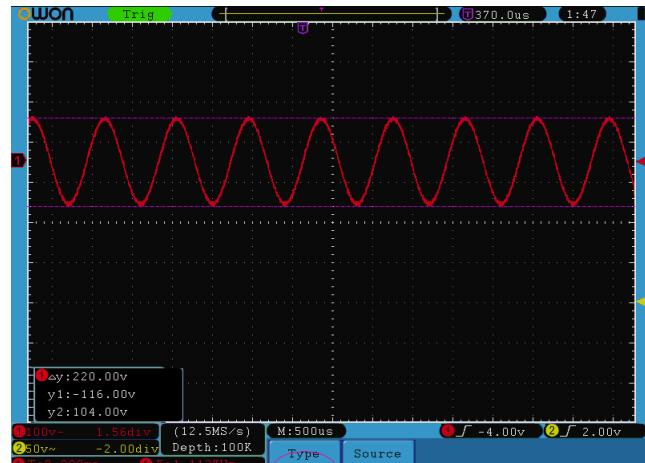

Рисунок 5.71. Вид осциллограммы при курсорных измерениях напряжения
4. В соответствии с особенностями измеряемой осциллограммы выберите положения курсора 1 и курсора 2 вращением регуляторов **VERTICAL POSITION** канала CH1 и канала CH2. В окне в левом нижнем углу окна отображения осциллограммы показываются разность потенциалов между курсорами и текущие значения положений обоих курсоров (см. рисунок 5.71).